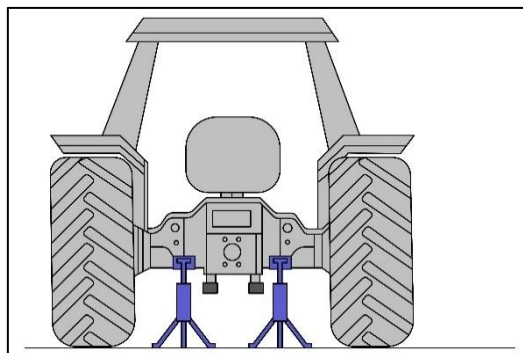

Fig. 226 - ALLÈGEMENT DE LA CHARGE SUR LES PNEUS
- Placez des supports sous les essieux pour soulager les pneus (fig. 226).